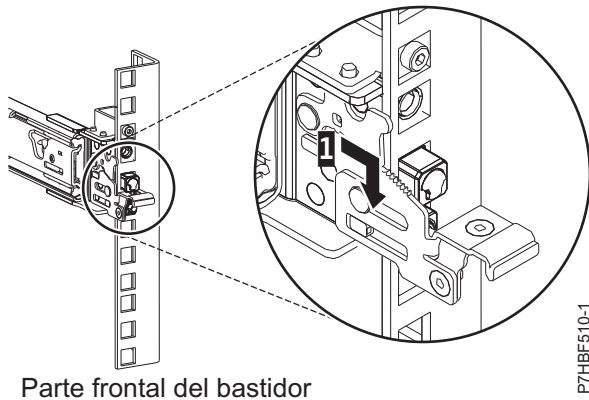

Figura 5. Patillas colocadas en el riel frontal del bastidor
6. Tire del riel deslizante hacia adelante e inserte tres patillas de la parte frontal del riel en los orificios dentro de la unidad EIA seleccionada que se marcaron anteriormente. Baje el riel deslizante (1) para llegar al mecanismo de enganche de la patilla central. Para obtener detalles, consulte la Figura 5 en la página 6.